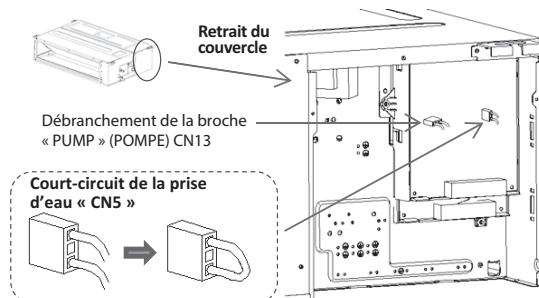

Fig. 33 – Désactivation de la pompe de relevage de condensat
- Ouvrez le couvercle du boîtier de commande, débranchez la broche « CN13 PUMP » pour désactiver la fonction de pompe et court-circuitez la broche « CN5 WATER » afin de désactiver le capteur de niveau d'eau en raccordant par épissure les fils sortant de la fiche « CN5 WATER » ou en utilisant une fiche de cavalier de remplacement, numéro de pièce 17401204000333 (en option sur certains appareils vendus séparément). Voir les figures 33 et 34.